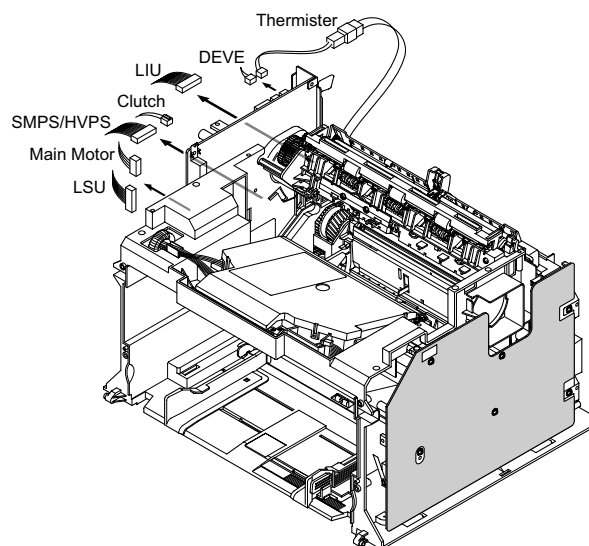

Рисунок 1
3. Отсоедините все разъемы от главной платы, рисунок 1.